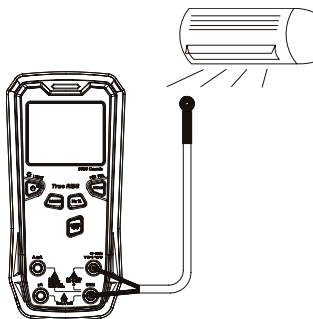

Рис. 8 Измерение температуры
7.10 Измерение температуры (см. рис. 8)